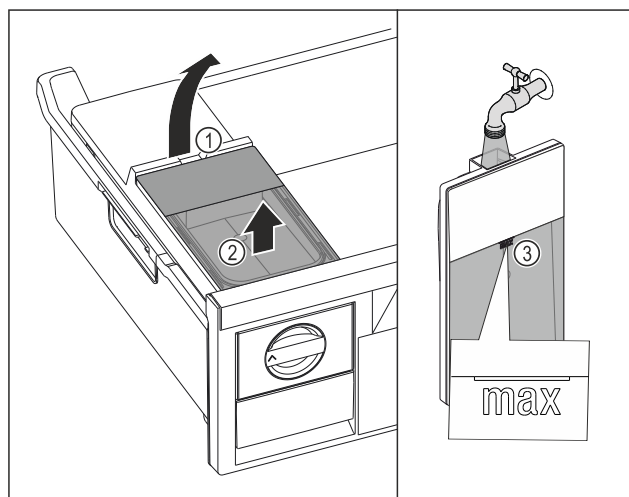

Fig. 126
- ▶ Dvignite rezervoar za vodo dvignite za izrez Fig. 126 (1).
- ▶ Rezervoar za vodo odstranite v smeri navzgor. Fig. 126 (2)
- ▶ Rezervoar za vodo napolnite s pitno vodo do oznake Fig. 126 (3).